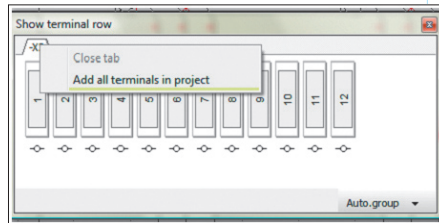

Рис. 10. Команда вызова всех клеммных линеек проекта
**3** Появится окно, в котором отображается выбранная линейка клемм. Остальные линейки вы можете посмотреть в этом же окне, если щелкнете правой клавишей мыши в верхней его части активизируете команду *Add all terminals in project* (рис. 10).